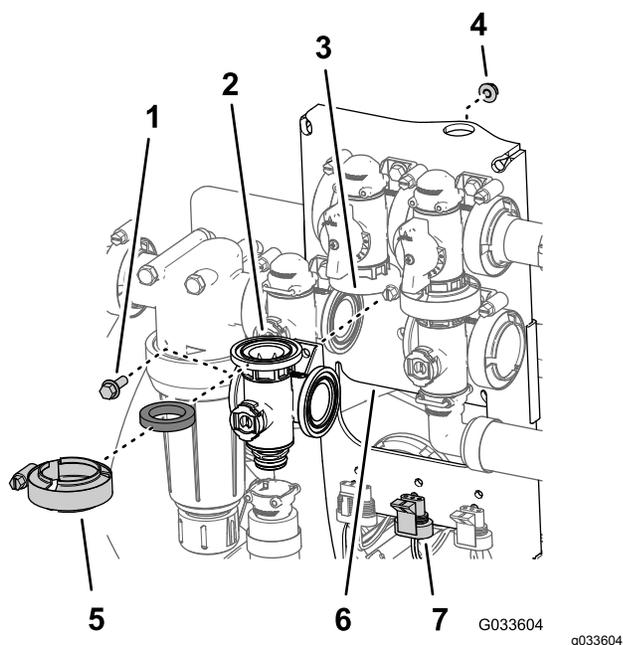

Рисунок 112
1. Совместите фланец коллектора клапана перемешивания, прокладку и фланец перепускного клапана перемешивания (Рисунок 112).
9. Присоедините клапан перемешивания к креплению клапана при помощи болта с фланцевой головкой и фланцевой контргайки, Рисунок 112 снятых при выполнении действий, описанных в пункте 3 раздела Демонтаж коллекторного клапана перемешивания \(страница 84\), и затяните гайку и болт с моментом от 10 до 12 Н·м.